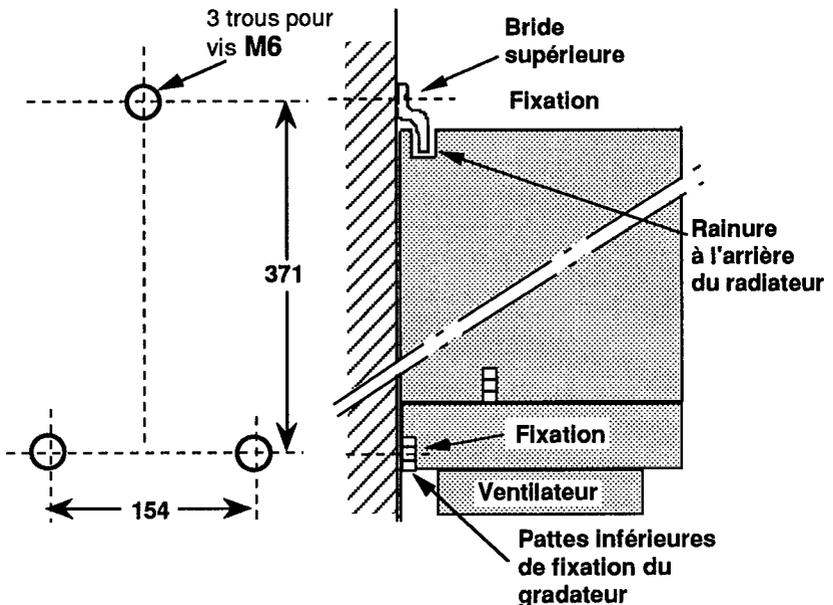

Figure 2.3. Cotes de perçage et fixation du gradateur ventilé
- b. Installer les deux vis M6 inférieures dans l'armoire en respectant les cotes de perçage (fig.2.3).